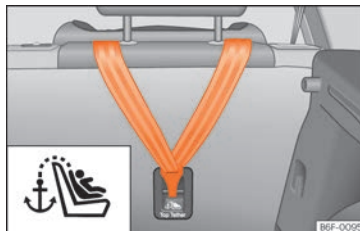

Fig. 39 Parte posteriore dei sedili posteriori: occhielli di fissaggio per la cintura Top Tether.
- Far scorrere la cinghia e fissarla correttamente al punto di aggancio della parte posteriore dello schienale »» fig. 39.